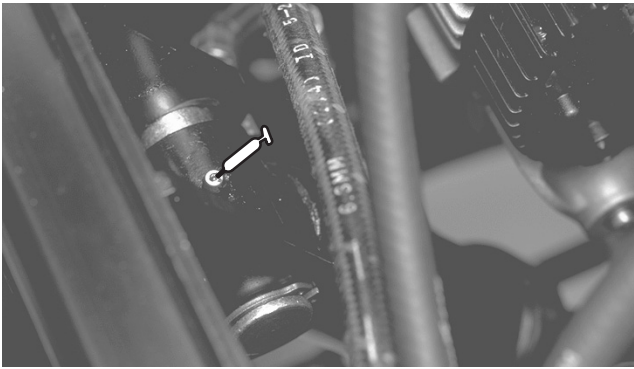

Figure 37
- Pivot de vérin de levage arrière (2) (Fig. 37)